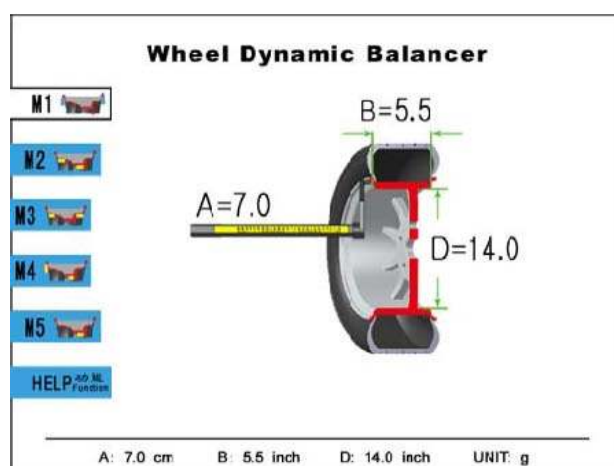

Figure 7-1
Сразу после включения станка, автоматически начнется инициализация. Инициализация продлится три секунды. Автоматически станок войдет в режим по умолчанию M1 (грузы прикрепляются с обеих сторон диска), на дисплей появится изображение, как на рис. 7-1, «M1 мигает, A=7.0, B=5.5, D=14.0, это входные параметры. Пользователь может изменять входные параметры, отталкиваясь от этих значений.
10.1.2 После включения питания дождитесь инициализации. На экране появится картинка, как на рис. 7-1, и система автоматически войдет в режим балансировки M1